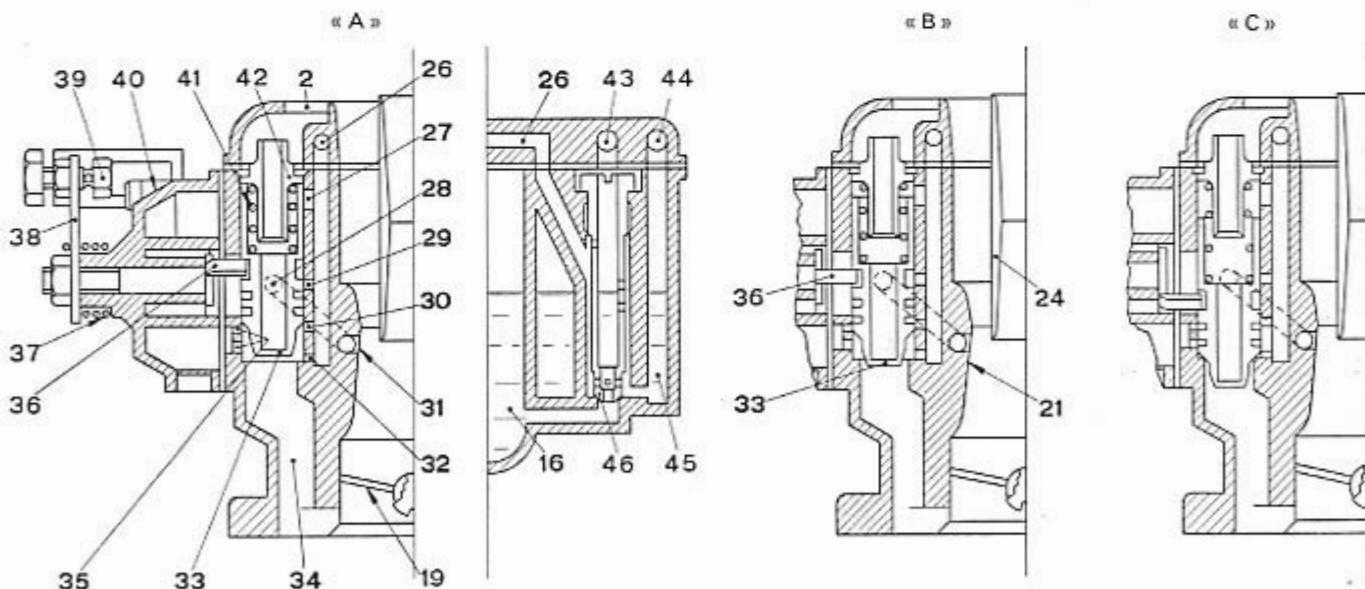

Fig. 115 - Coupes illustratives du dispositif de starter du carburateur.
Dispositif de starter (fig. 115).
Le dispositif de starter est constitué par la soupape (33, fig. 115), actionnée par l'appendice de culbuteur (36) relié au levier de commande (38) par un arbre approprié. En tirant la commande du starter à fond de course, la manette (38) et le culbuteur (36) font soulever la soupape (33) de son siège et l'amènent en position d'ouverture totale (schéma « A », fig. 115). En ces conditions la soupape (33) ferme le trou d'air (27) et le trou de mélange (29), tandis qu'elle démasque les trous de mélange (30) et (32), communicants avec le gicleur de starter (46) à travers le canal (26), aussi bien que les trous d'air (35). Le trou (29) peut communiquer avec le conduit du carburateur, avec la soupape (33) en position d'ouverture partielle, à travers la rainure centrale de la soupape elle-même, le canal (28) et le trou (31) pratiqué dans le diffuseur (21) en coïncidence de la section restreinte.
et (32) et les trous d'air (35), elle en réduit au fur et à mesure la quantité: de cette façon le dispositif débite un mélange dont le titre et la quantité baissent en fonction du degré d'enclenchement du dispositif même (schéma « B » de fig. 115).
Avec le dispositif de starter déclenché, la souape (33) masque aussi le trou (29), ce qui empêche le rappel de mélange (schéma « C » de fig. 115).